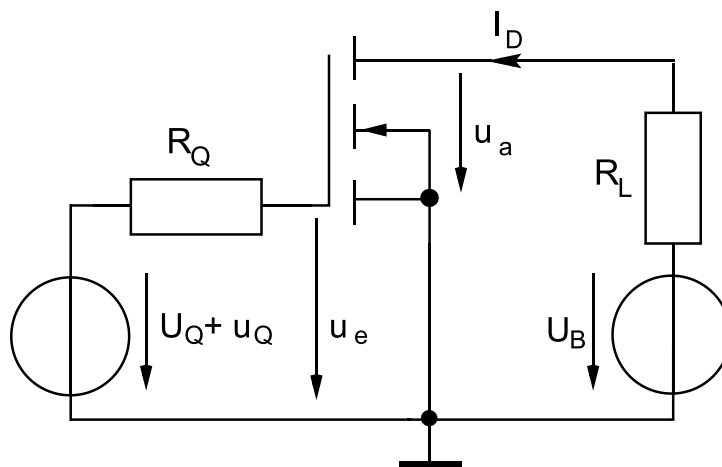

Abb. 4.2: Sourceschaltung mit Lastwiderstand R_L
- 4.3 Gegeben sei die Source-Schaltung (s. Abb. 4.2) mit dem MOSFET aus Aufgabe 4.1, der Betriebsspannung $U_B = 5 \text{ V}$ und dem Lastwiderstand $R_L = 500 \Omega$.
- c) Zeichnen Sie für die Sourceschaltung in Abb. 4.2 das Kleinsignalersatzschaltbild (ESB) und bezeichnen Sie die Ersatzschaltbildelemente! Der Quellwiderstand R_Q und der Gatewiderstand seien vernachlässigbar klein.